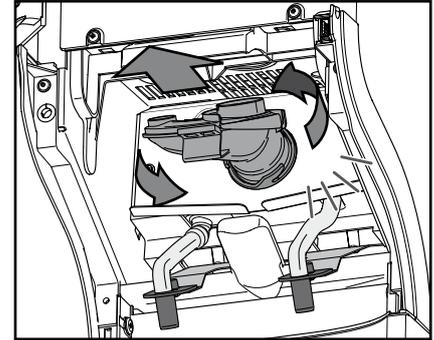

Fig. 28
- d. Rode a câmara de mistura para a esquerda para desbloqueá-la e remova-a em conjunto com o anel de vedação. (Fig. 28)